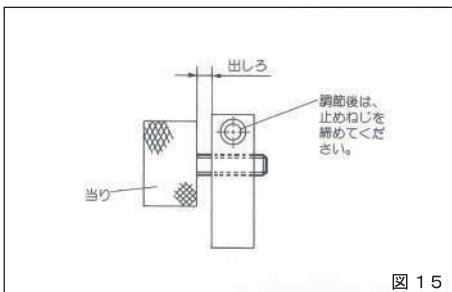

図 15
- 4B、5B-6B用の当たりの場合、シール面幅を調節することができます。止めねじをゆるめ、当たりを回すことにより当たりの出しろ(シール面幅)が変わります。出しろ調節後は必ず止めねじを締めてください。(図15、16)